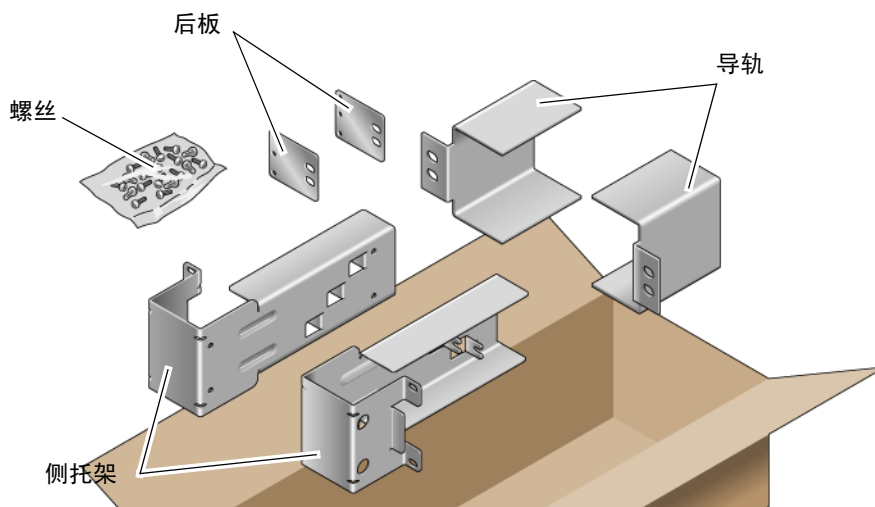

图 4-1 23 英寸双柱固定式装配工具包中的物品
1. 从机架工具包中取出侧托架（图 4-1）。
3. 从机架工具包中取出导轨（图 4-1）。
7. （可选）如果您的环境中特别强的振动，请使用后板在机架中进一步固定服务器（图 4-1）。后板安装到柱的后部以及每个侧托架上三个眼孔中的一个，具体取决于柱的厚度。